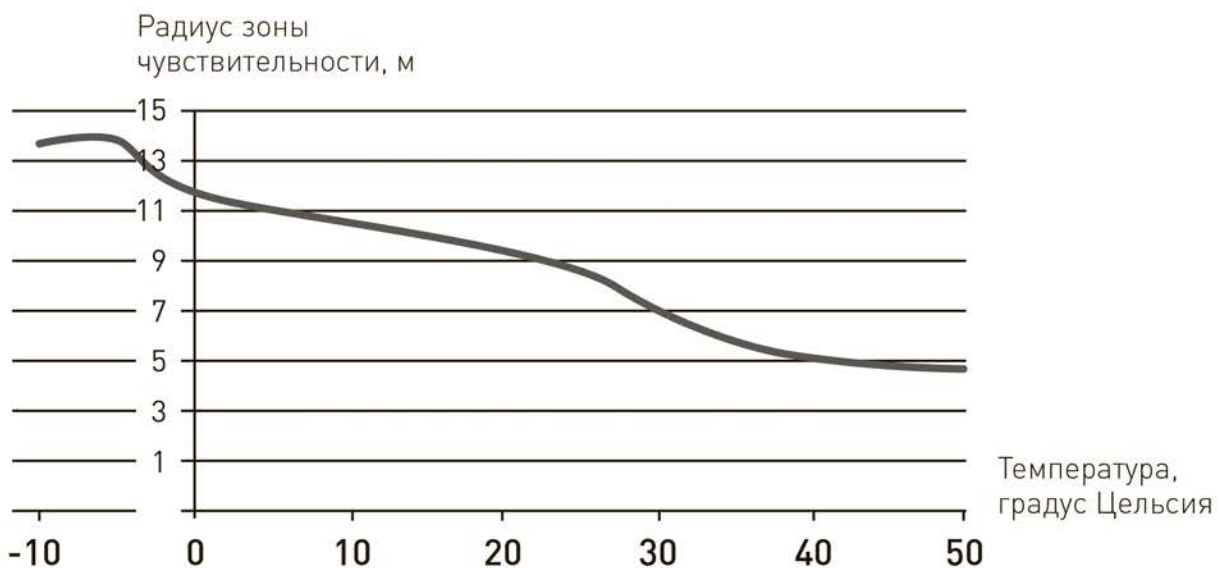

Рис.1. График зависимости радиуса зоны чувствительности от температуры.
* - Радиус зоны чувствительности указан для температуры окружающей среды < 24 градуса Цельсия. При монтаже и настройке датчика необходимо помнить, что этот параметр зависит от температуры. Характер зависимости показан на рис.1.